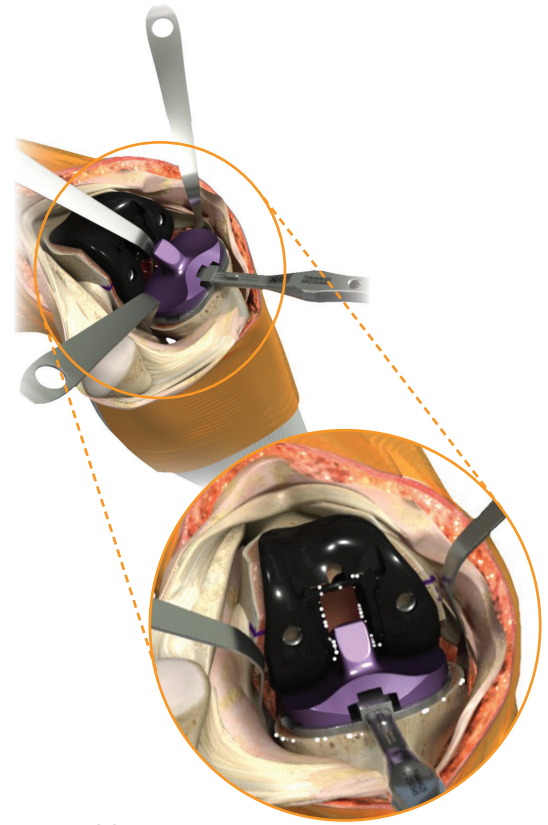

Figura 22
- Coloque el Inserto Articular de Prueba del tamaño correspondiente y el grosor deseado dentro de la Prueba Tibial. Para grosores de Insertos mayores a 9 mm, seleccione el calce adecuado. Una el Mango de Conexión Rápida a la Prueba Tibial e inserte la pieza en la rodilla (Figura 22).